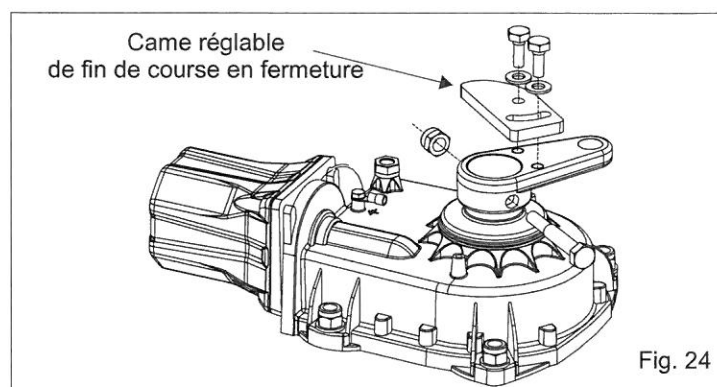

Fig. 24
6.2. Monter la came du fin de course comme dans Fig. 24, amener la butée contre la bielle et la fixer avec les vis spéciales.